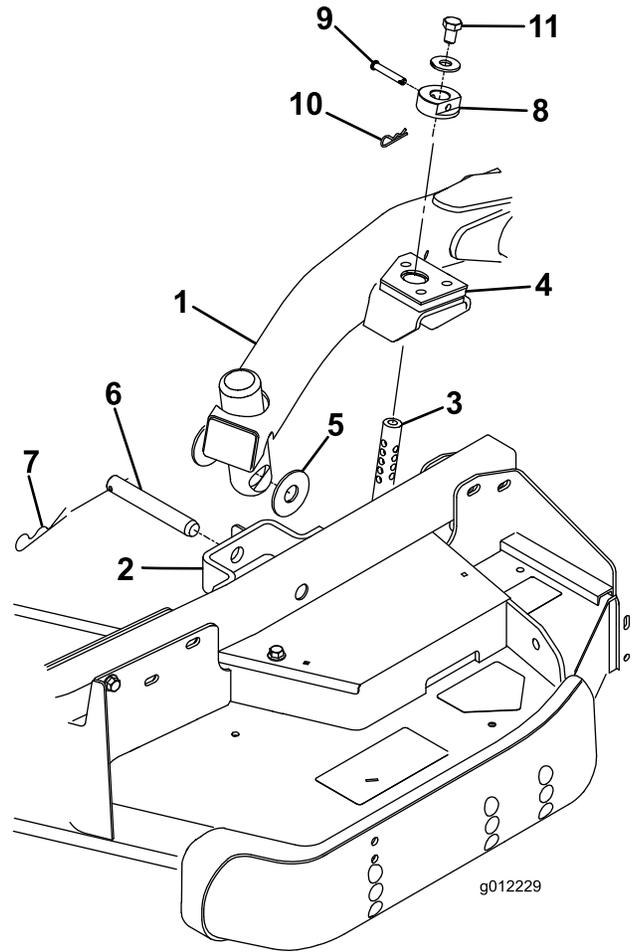

図 4
2. 昇降レバーをフロート位置とする。昇降アームを押し下げて、昇降アームについている穴とキャスタ・アーム・ブラケットについている穴を整列させ、昇降アームのパッドに刈高ロッドを挿入できるようにする(図 4)
3. スラスト・ワッシャ 2 枚、クレビス・ピン、ヘアピン・コッターを使って、昇降アームをキャスタ・アームに固定する。スラスト・ワッシャは昇降アームとキャスタ・アーム・ブラケットの間に入れる(図 4)コッター・ピンを、キャスタ・アーム・タブのスロットに差し込んで固定する。
(図 4) できれば、クレビス・ピンの頭をデッキの前面に向けておく。
8. 刈高ロッドのそれぞれの上部に、ボルト (1/2 x 3/4 inch) とワッシャを取り付ける(図 4)。